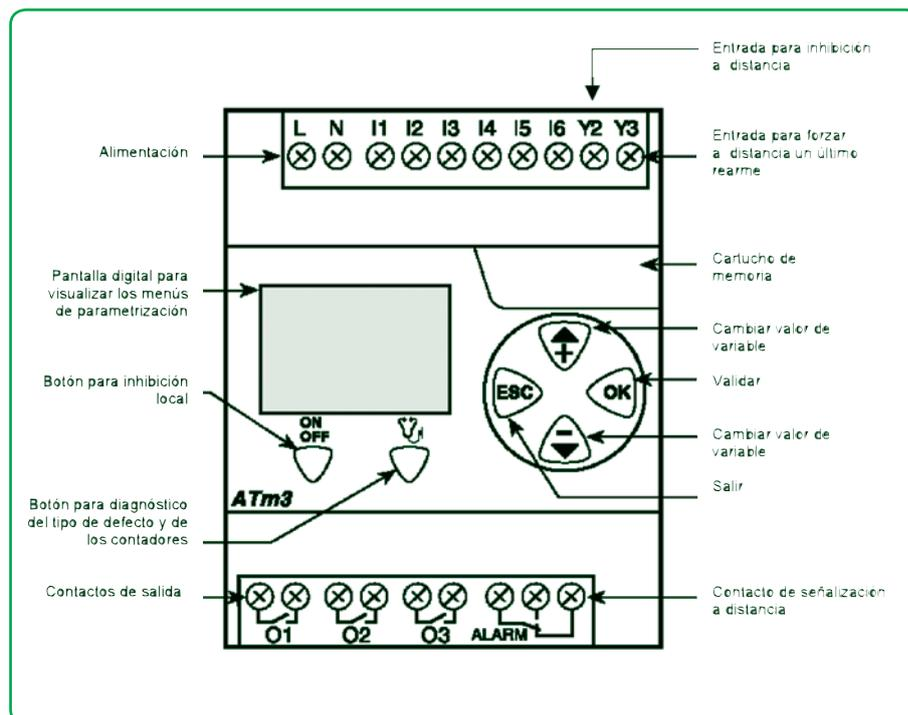

Fig. 8.2. ATm3.
El estado del sistema se controla mediante la pantalla digital situada en el frontal del aparato. Los mensajes aparecen en castellano. Ver **fig. 8.2** en pág. 8/6. Mediante los menús (botón de diagnóstico) se puede acceder a la siguiente información:
- Orden eléctrica mantenida (a distancia). Ver **fig. 8.2** en pág. 8/6.
- Orden eléctrica impulsional (a distancia). Ver **fig. 8.2** en pág. 8/6.
- Cuando la tensión retorna después de un corte de la alimentación, el ATm3 (y ATm7) cierra el circuito de potencia al cabo de R segundos. Esta temporización a la puesta en tensión (R) es parametrizable desde los menús en el display del aparato. Esta característica del ATm3 (y ATm7) evita los fuertes transitorios de arranque cuando todas las cargas del sistema se alimentan simultáneamente.
- Los relés ATm3 y ATm7 disponen de una entrada (Y3) para forzar un último rearme a distancia (mediante orden eléctrica) en caso de bloqueo del sistema. Ver **fig. 8.2** en pág. 8/6.
- Existe la posibilidad en los relés ATm3 y ATm7 de utilizar un cartucho de memoria "EEPROM" (ref. 18314). Mediante este cartucho se puede guardar la parametrización y copiarla a otros relés ATm3 y ATm7. Ver **fig. 8.2** en pág. 8/6.